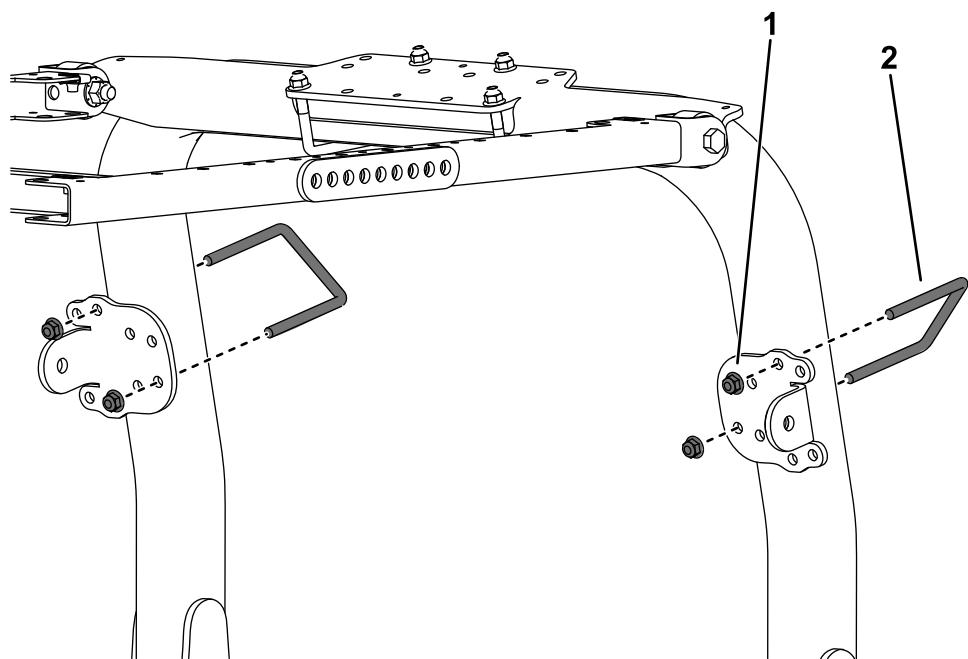

Рисунок 32
- Используя монтажные отверстия, показанные на Рисунок 32, прикрепите, не затягивая, все кронштейны подпорок к стойкам защитной дуги с помощью U-образного болта ($3\frac{1}{8} \times 5$ дюймов) и 2 фланцевых гаек.